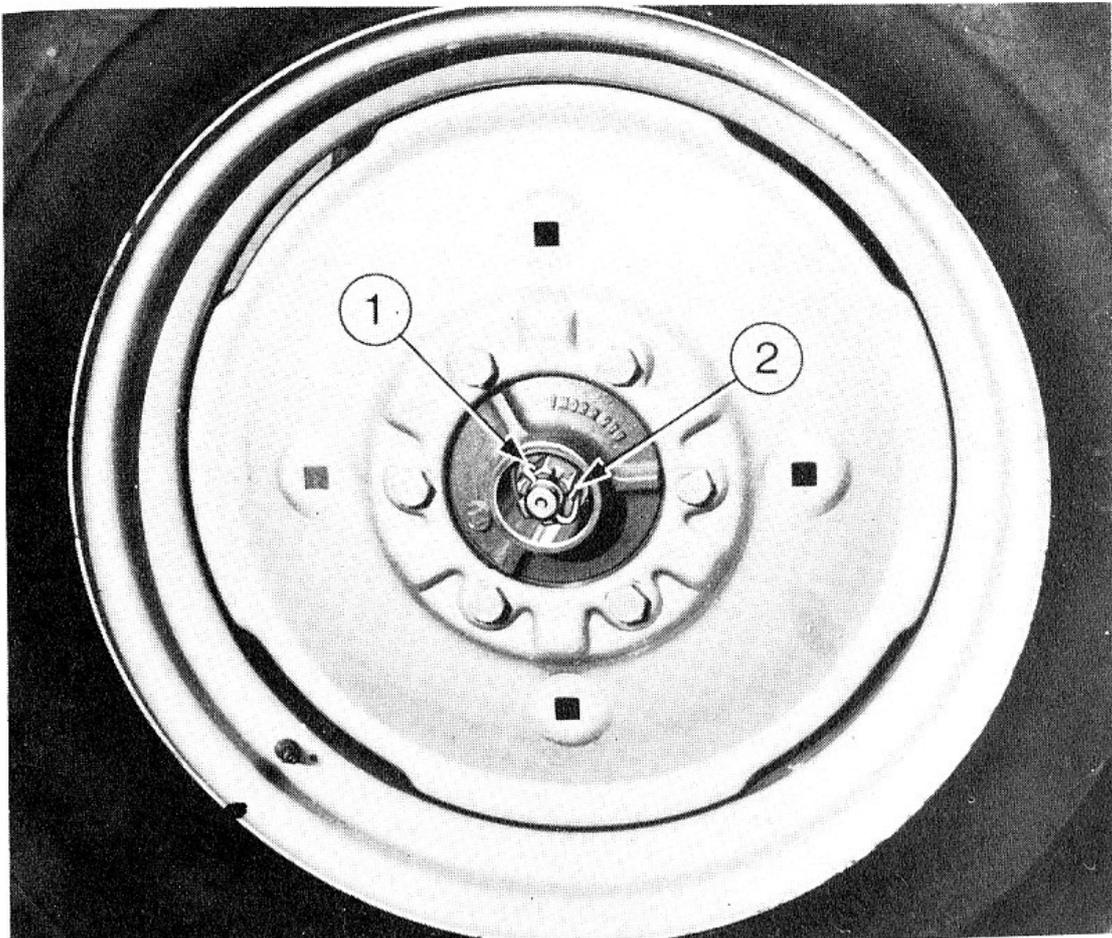

FIG. 21
2. (Fig. 21). Déposer la goupille fendue (1) et serrer l'écrou crénelé (2) à 8 da Nm; le desserrer ensuite jusqu'au premier trou de goupille puis le desserrer de un pan supplémentaire pour obtenir le jeu correct. Monter une goupille fendue neuve.